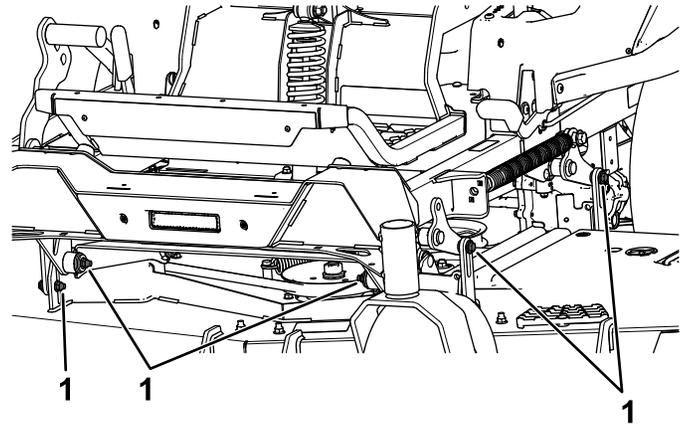

Figura 86
7. Retire y guarde los pernos y las tuercas de ambos lados de la máquina (**Figura 86**).